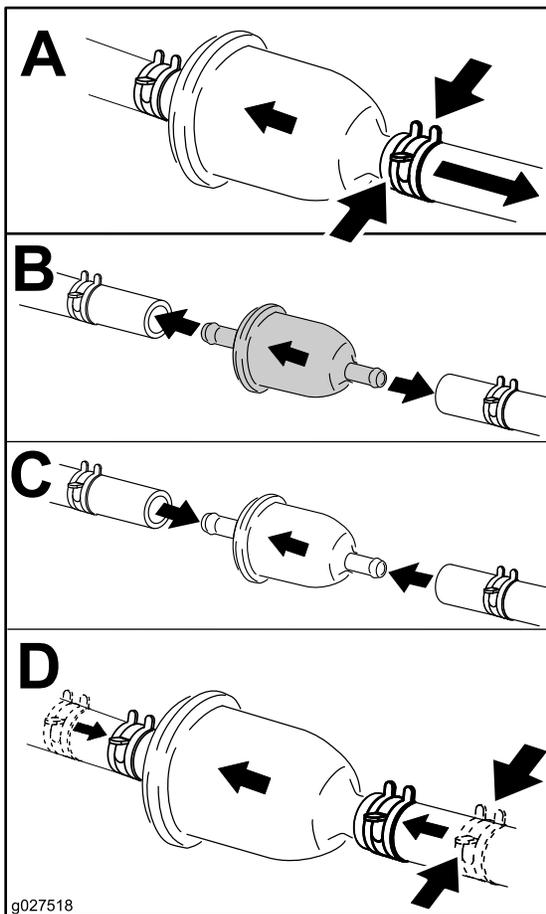

Рисунок 60
4. Замените топливный фильтр, как показано на Рисунок 60.